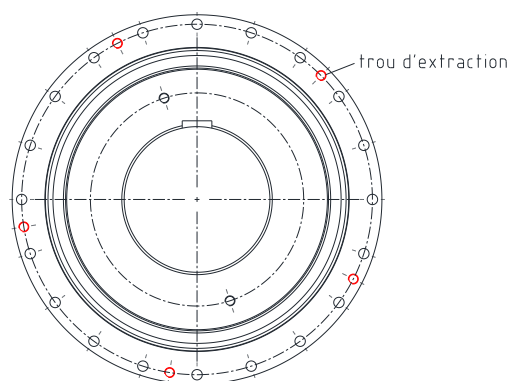

Fig. 27
- Si l'anneau de came (composant 4) ne se détache pas automatiquement, utilisez les filets de chasse du moyeu à bride (composant 1) pour desserrer l'anneau de came (voir Figure 27).